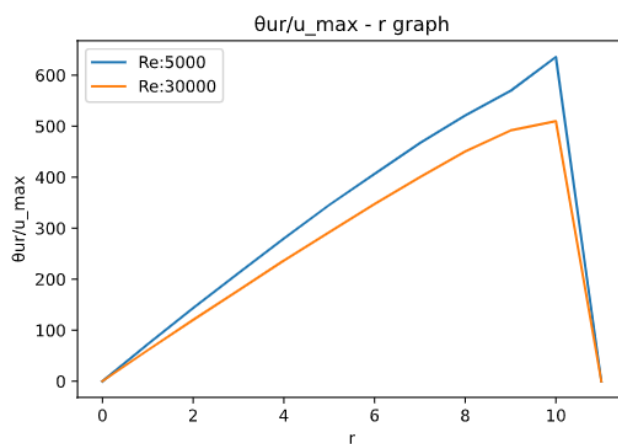

図4  $ru\theta/u_{\max} - r$  グラフ
まず、蒸気と空気の温度差を求める必要があるが、入り口と出口で空気の温度が異なるため、この温度差には分布が生じる。そのため、温度差  $\Delta\theta$  として、(20) 式の対数平均温度差を用いた。 $\Delta\theta_1, \Delta\theta_2$  は図4のように入り口、出口それぞれの蒸気と空気の温度差である。今回は蒸気温度を  $100[^\circ\text{C}]$  として対数平均温度を算出した。